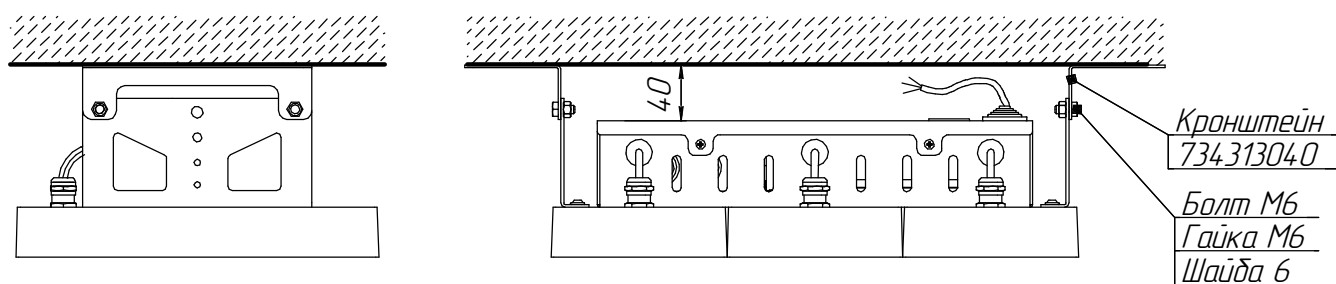

Рисунок 4 - Схема установки светильника (110-270 Вт) на потолок с помощью кронштейна 734313040.
5.8 Закрепите к кронштейнам 734313040 светильник с помощью комплекта крепежа, входящего в комплект (рис. 4).